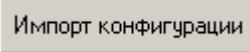

Рис. 3.3-33 Загрузка конфигурации контроллера из файла
2. Нажать кнопку **Экспорт конфигурации** (Рис. 3.3-33).
2. Нажать кнопку **Импорт конфигурации** (Рис. 3.3-33).